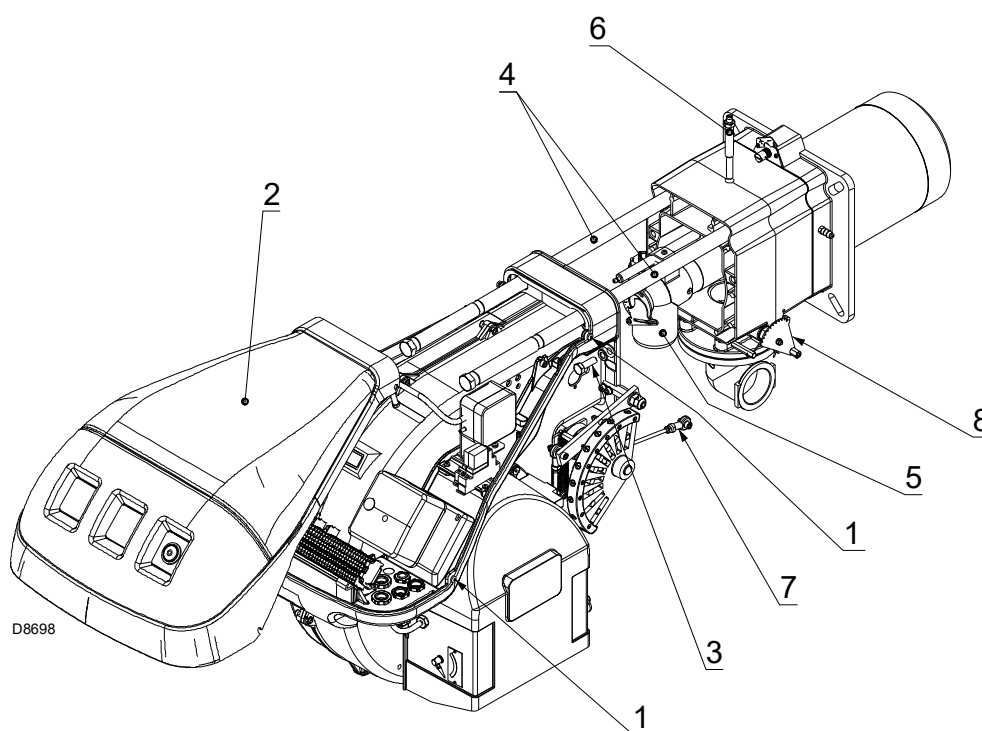

Fig. 36
- Desserrer les vis 1) et enlever le capot 2)(Fig. 36).
- Remettre le vis 3)(Fig. 36) et tirer délicatement vers l'extérieur les câbles de sonde et d'électrode, jusqu'à les mettre légèrement sous tension.